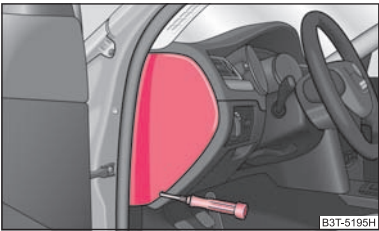
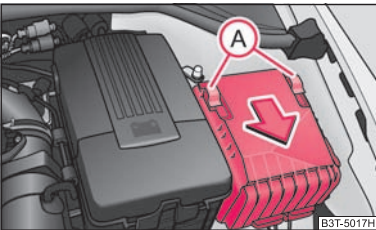

Fig. 205 Cubierta de fusibles: lado izquierdo del cuadro de instrumentos
Fig. 206 Cubierta de fusibles en el vano motor
- Retire la tapa de los fusibles en el lado del cuadro de instrumentos con ayuda de un destornillador ⇒ fig. 205, o la tapa de los fusibles en el vano motor ⇒ página 255, fig. 206.
- Desplazar el estribo de seguridad (A) ⇒ fig. 206 hasta el tope; detrás del estribo de seguridad aparecerá el símbolo , retirar la cubierta.